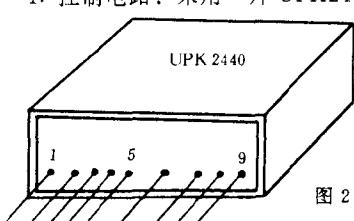
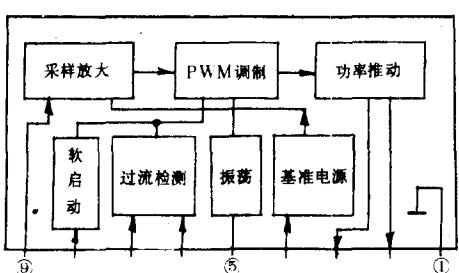

图 2
图 3
1. 控制电路：采用一片 UPK2440DC/AC 新型专用电路控制，性能稳定，其外形引脚见图 2，内部原理框图见图 3。只要在⑤脚对地接入一只 10K 左右电阻，